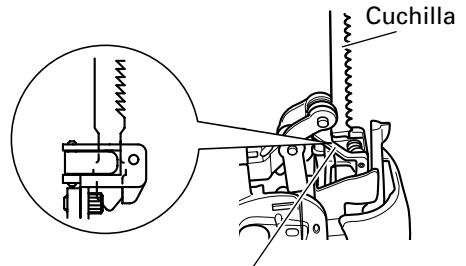

Fig. 4
- Confirme que los salientes de la cuchilla se encuentren firmemente insertados en el portacuchillas. (Fig. 4)